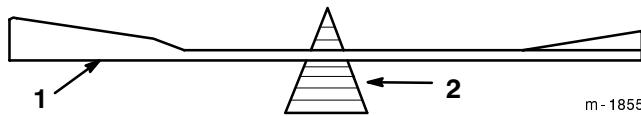

Bild 35
2. Überprüfen Sie die Auswuchtung des Schnittmessers auf einer Messerwaage (Bild 35). Wenn das Schnittmesser in seiner horizontalen Position bleibt, ist es ausgewuchtet und kann wiederverwendet werden. Feilen Sie, wenn das Schnittmesser nicht ausgewuchtet ist, an der Rückseite des Messers etwas Metall ab. Wiederholen Sie diesen Vorgang, bis das Messer ausgewuchtet ist.